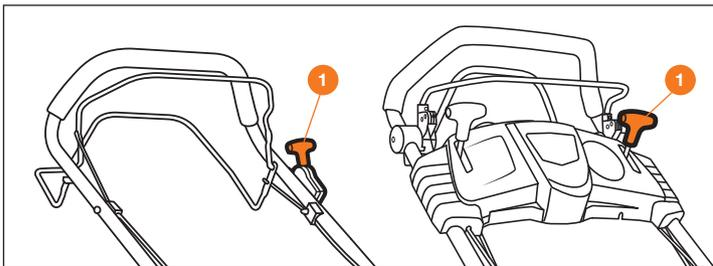

Рис. 16
Выбор передачи производите рычагом ❶ (Рис. 16).